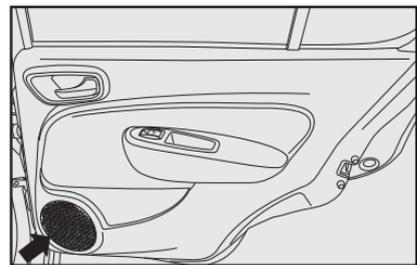

fig. 105
- dois alto-falantes full-range traseiros de 5" com 20 W RMS de potência cada **fig. 105**.